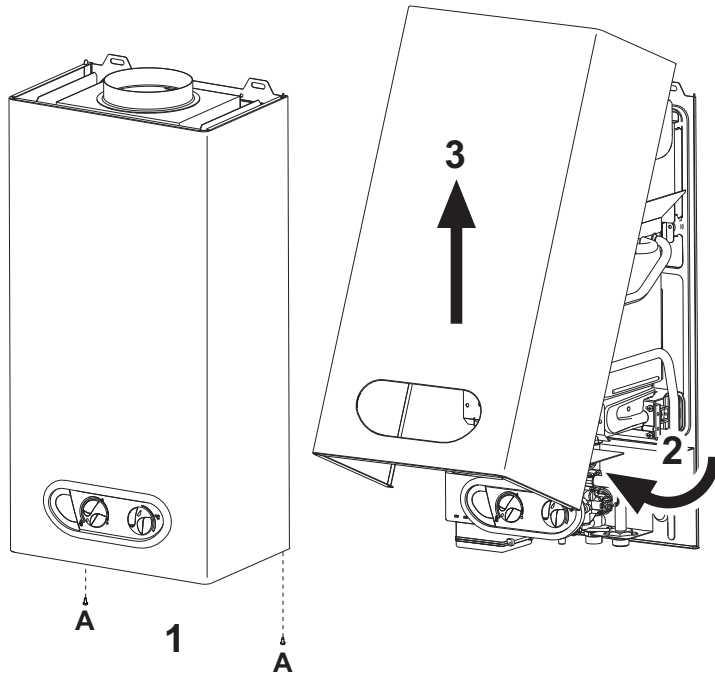

fig. 11 - Démontage de l'habillage
1. Dévisser les deux vis A (voir fig. 11).